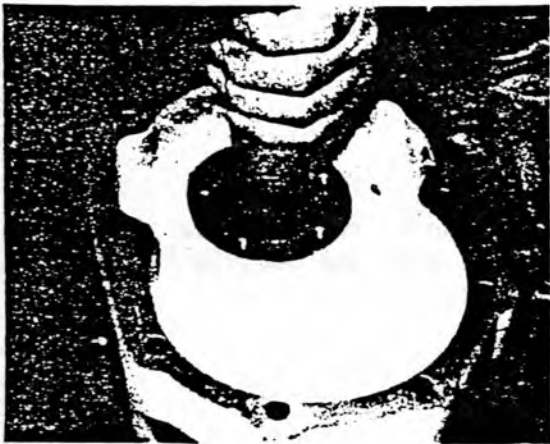

Fig. 5
- Lager mit einer Lagerbuchse auf den Sitz des unteren Sicherungsringes fixieren (Fig. 5).
- Using a bearing bushing, fix bearing on seat of lower circlip (Fig. 5).